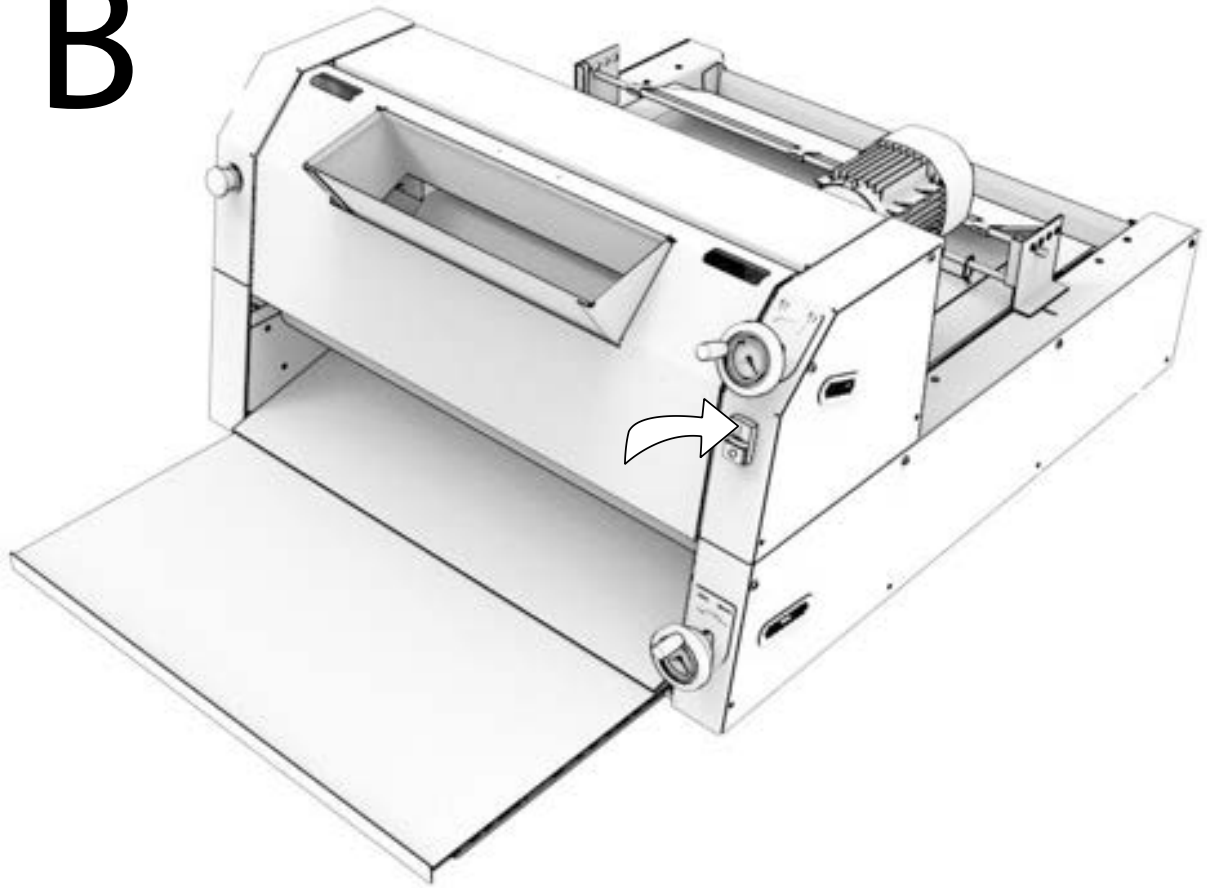

fig.12
- أدخل قطع العجين في ميزاب الإدخال المؤمن (fig.12).